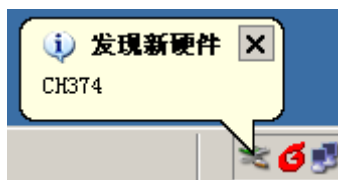

图1-16
2、在确认连线 and 电源正常后，打开数字存储示波器电源开关。待数字存储示波器进入运行状态界面后，此时会在计算机屏幕的右下角，弹出“发现新硬件”的提示信息，如下图1-16所示：